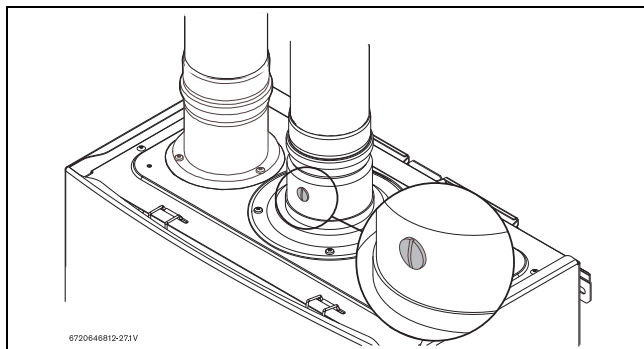

Fig. 63 Puerto de medición
- Retire el tornillo de latón de cabeza plana en el cuello de escape como se indica en fig. 63.